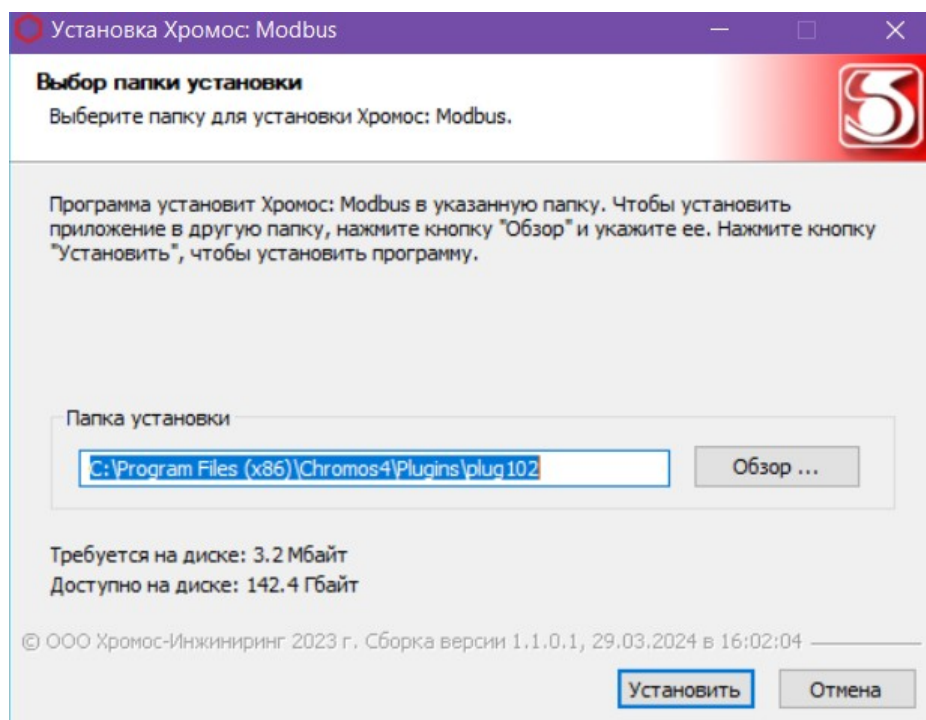

Рис. 1. Установка программы
2. Укажите путь установки программы и нажмите **Установить** (Рис. 1).